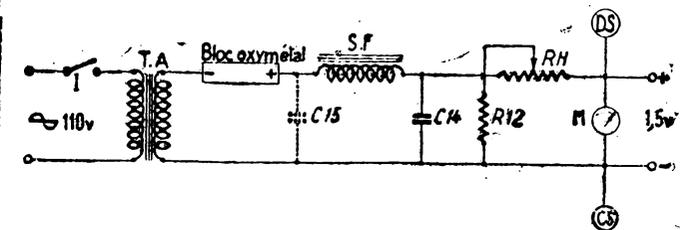
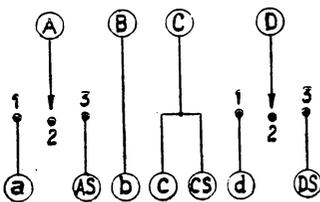

Figure 6
Figure 8.
Voici toutefois, figure 6, un schéma qui a été très en vogue dans les temps héroïques des postes à lampes 4 volts genre A 409, B 406, etc. Le montage
c) Alimentation totale sur secteur. La figure 8 donne le détail des commutations, si l'on possède les deux alimentations filaments (figure 6) et haute tension (figure 4 ou 5).